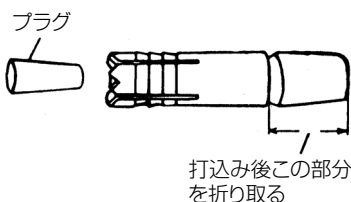

図 8
- (1) 自穿孔アンカー図 8 をアンカーアダプタに取付けます。